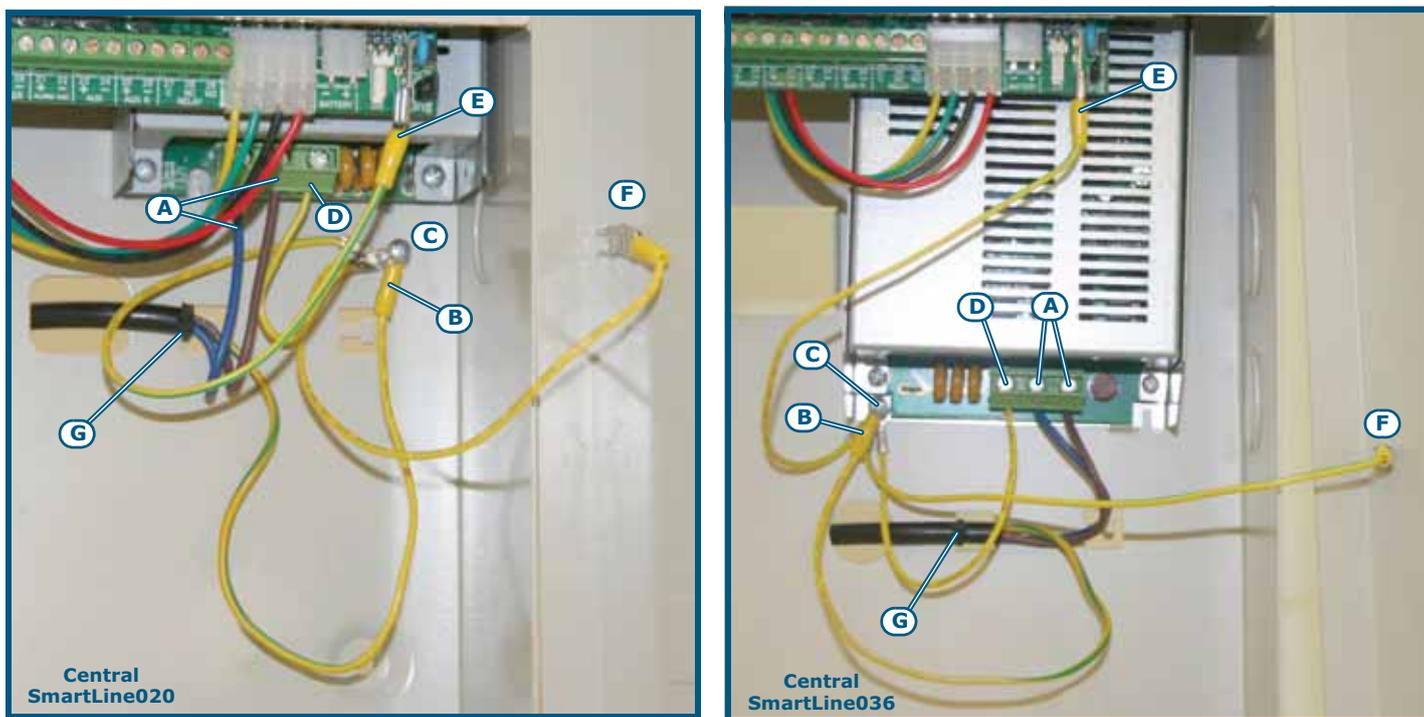

Figura 32 - Conexión de tierra
1. Conectar la alimentación de red a los terminales del módulo alimentador (*Figura 6 - Alimentadores switching, [A]* y *Figura 32 - Conexión de tierra, [A]*).